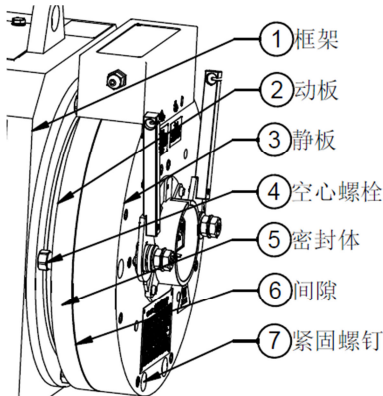
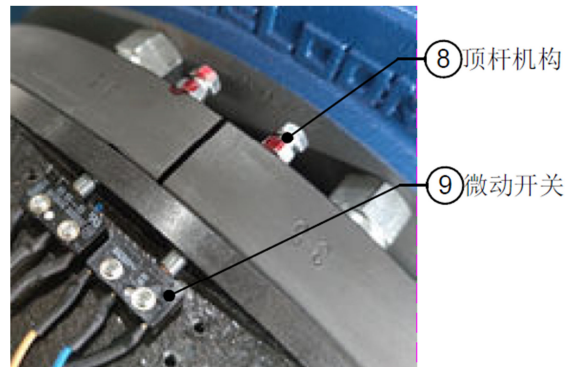

图 1 制动器各部件图
图 2 制动器监测机构
通过调整制动器气隙⑥（P1 图 1/P1 图 2），从而调整制动器制动盘与框架①的气隙。制动器通过 6 个紧固螺钉⑦安装并固定于框架①上（紧固螺钉穿过空心螺栓）。通过调节空心螺栓④及紧固螺栓⑦来控制制动板②与静板③间的气隙⑥，制动器气隙由密封体⑤进行保护。微动开关⑨通过顶杆机构⑧来进行触发。